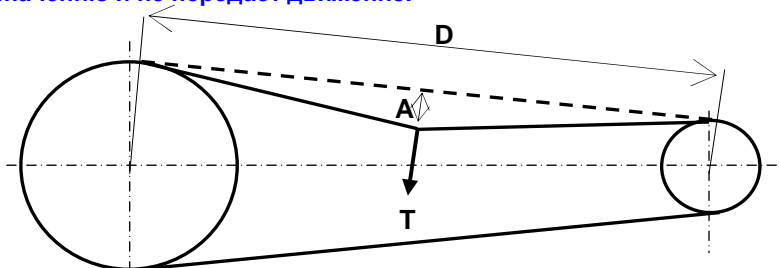
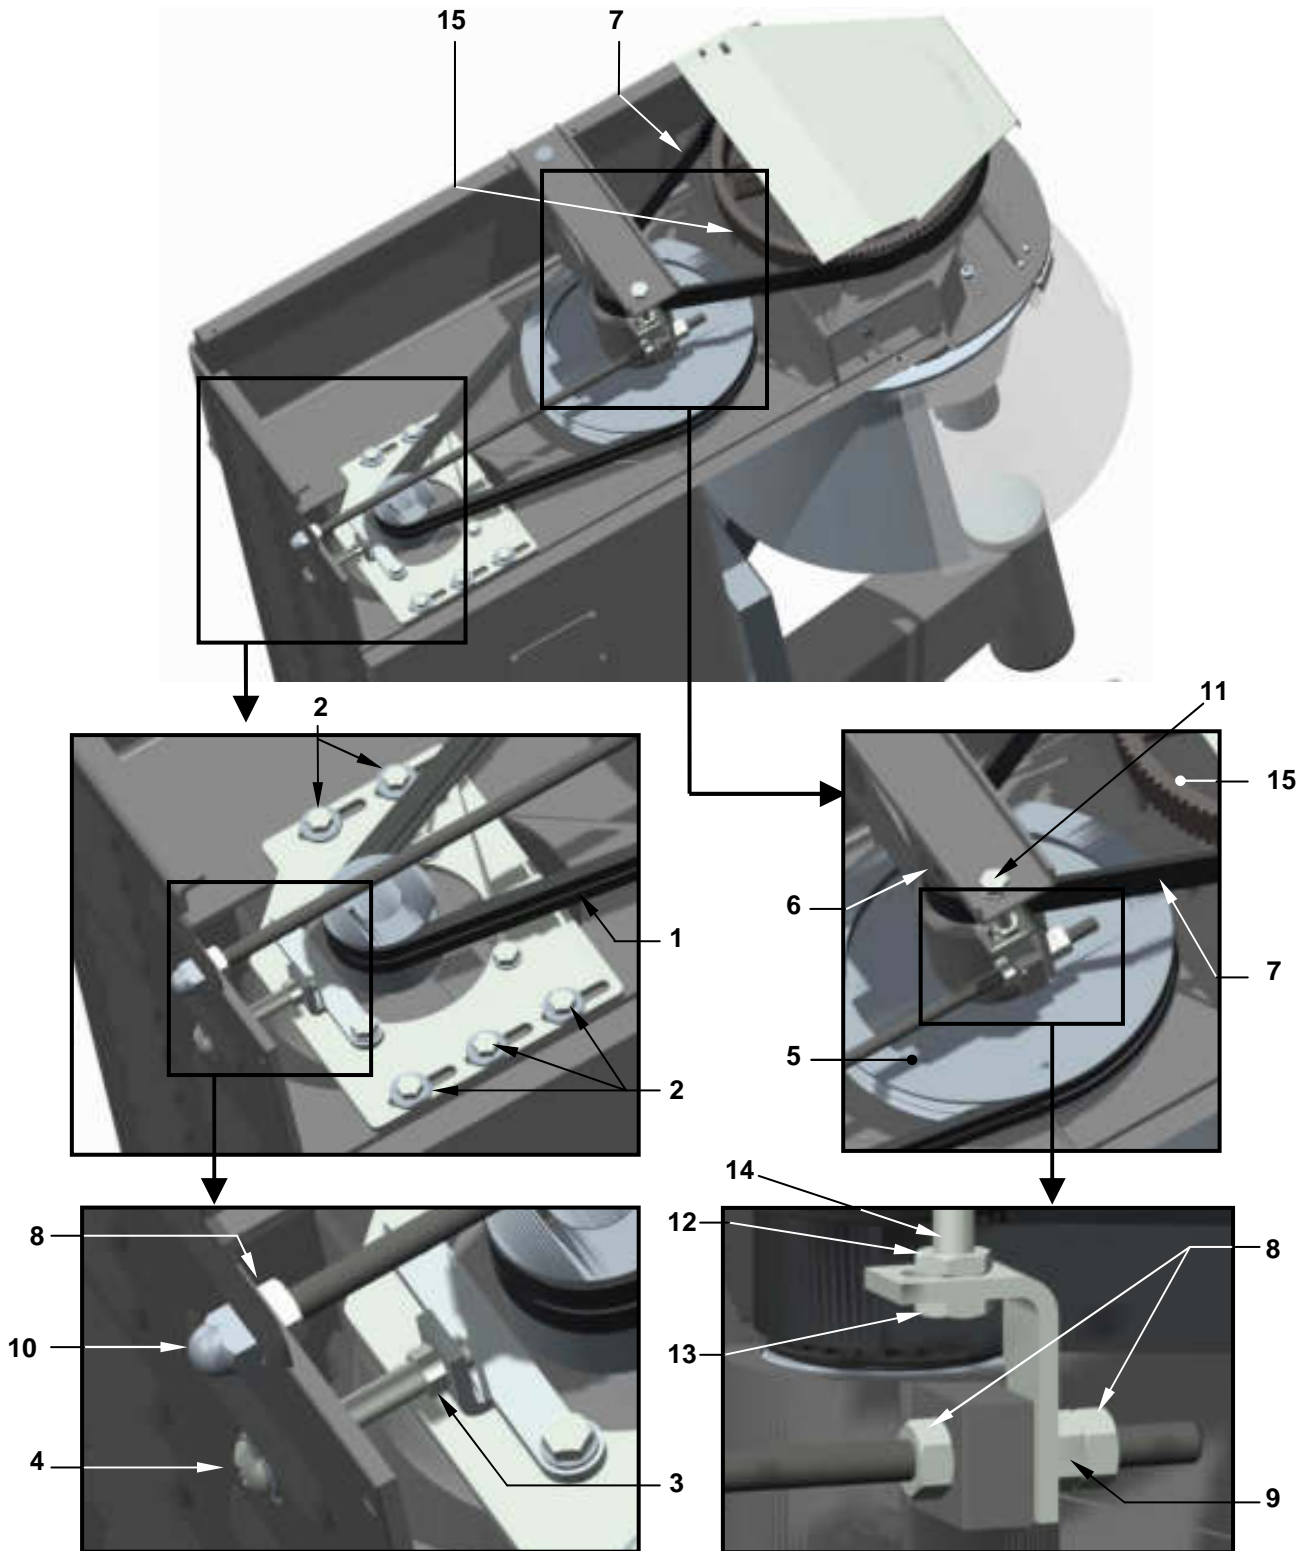
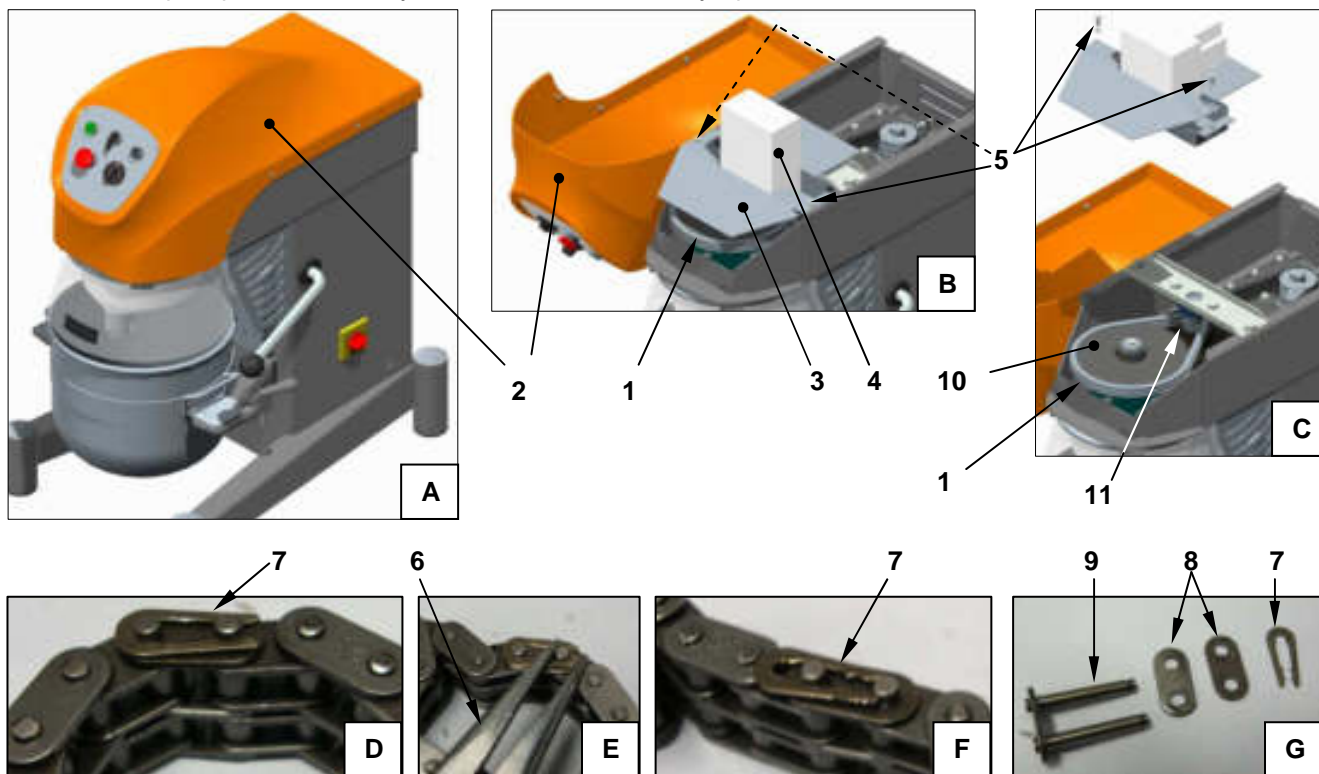

Рисунок 17- Список параметров корректного напряжения ремней рис.1 Рисунок 18
Рисунок 18- Регулировка напряжения ремней передачи
Рисунок 19- Регулировка напряжения цепи передачи
Эти операции относятся к процедуре чрезвычайных/внеплановых ремонтных работ. См. Рисунок 18 после демонтажа верхней защиты (достаточно раскрутить винты, которые её блокируют):
См. Рисунок 17, для осуществления проверки корректного напряжения ремней необходимо:
В. для регулирования напряжения зубчатого ремня рис.17
В планетарных миксерах моделей L20B и PL20C для замены ремней рис.1 необходимо монтировать тяговой стержень рис.14 Рисунок 18 (иначе невозможно осуществить установку ремней); в других моделях после извлечения из желобов шкива, необходимо вытянуть их из-под шкива рис.5 Рисунок 18.
Особенно внимательно необходимо относиться к замене зубчатого ремня рис.7 Рисунок 18, который должен идеально "сесть" в паз шкива рис.6 и рис.15 Рисунок 18; звук ремня во время движения должен быть слабым и не "прерывистым"
См. Рисунок 19, демонтаж цепи рис.1:
- i) извлечь винты рис.16, которые блокируют пластину на фланце двигателя рис.17;
- j) освободить опору рис.18 от винта рис.19; извлечь их и установить повторно;
- повернуть гайку одной рукой рис.5 и другой рукой задвинуть двигатель в отверстие тыльной стороны цоколя (не актуально в случае наличия подручного инструмента, изображённого на Рисунок 21); когда двигатель полностью находится в цоколе и кронштейн в вертикальной позиции, можно оставить его; продолжать поворачивать гайку р.5 до окончательной установки фланца двигателя под плиту рис.17.
- выровнять отверстия фланца двигателя с отверстиями плиты рис.17,закрутить винты рис.16, после наложения опоры рис.18; зажать винты рис.16
- закрутить на одну из сторон опоры рис.18 винт рис.19 пропустив его через отверстие цоколя (внимание! не забыть зафиксировать его гайкой) рис. 3 Рисунок 18)